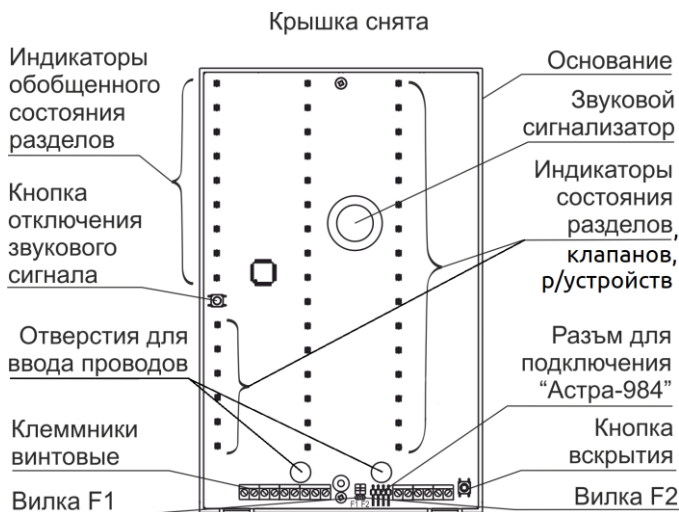

Рисунок 2
4.1 Конструктивно БИ выполнен в виде блока, состоящего из основания и съемной крышки. Внутри блока смонтирована печатная плата с радиоэлементами (рисунок 2).